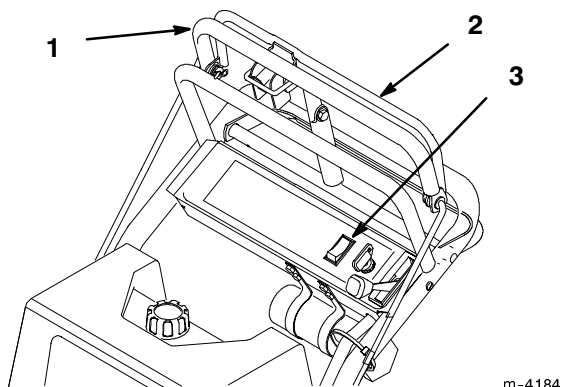

Abbildung 13
1. Am oberen Fahrtriebshebel ziehen, um die Maschine anzuhalten (Abb. 13).
3. Den Wippenschalter nach vorne auf ON (AN) stellen und loslassen. Während des Betriebs den Mähwerkbetätigungshebel gegen den oberen Fahrtriebshebel gedrückt halten.
1. Den Mähwerkbetätigungshebel loslassen, um das Mähwerk auszukuppeln (Abb. 13).